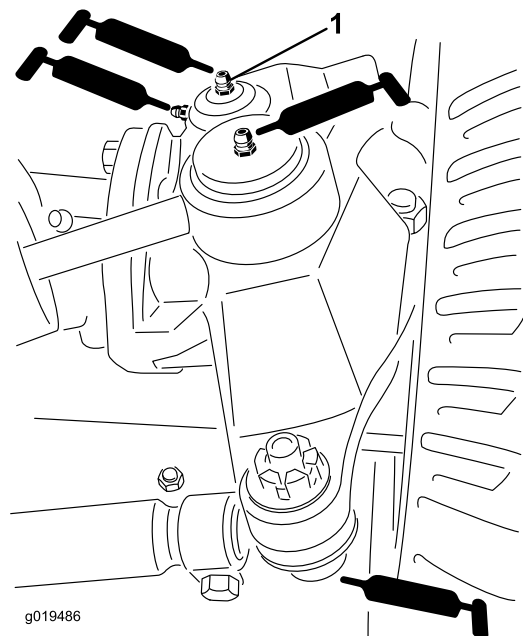

Figure 42
- Bielle de l'essieu arrière (2) (Figure 42).
- Rotules de vérin de direction (2) (Figure 42).
- Bagues de pivots de fusées (2) (Figure 42). **Le graisseur supérieur du pivot de fusée ne doit être lubrifié qu'une fois par an (2 injections de graisse).**